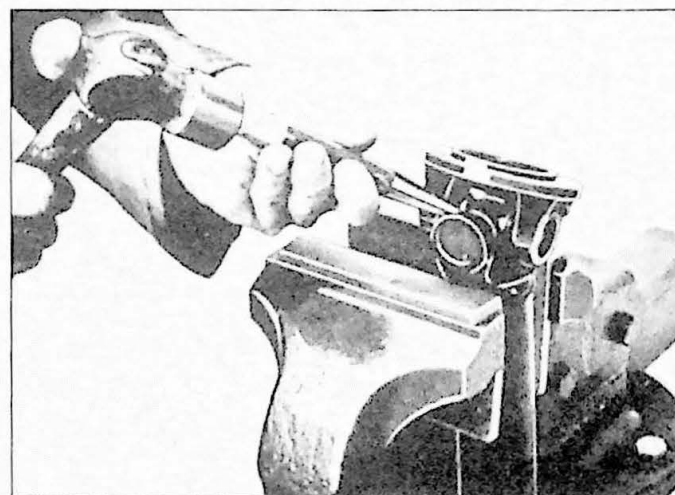

Fig. 8.10. Het uitdrijven van de lagerhouder I
2. Plaats de kardanas vertikaal in de bankschroef volgens Fig. 8.10.